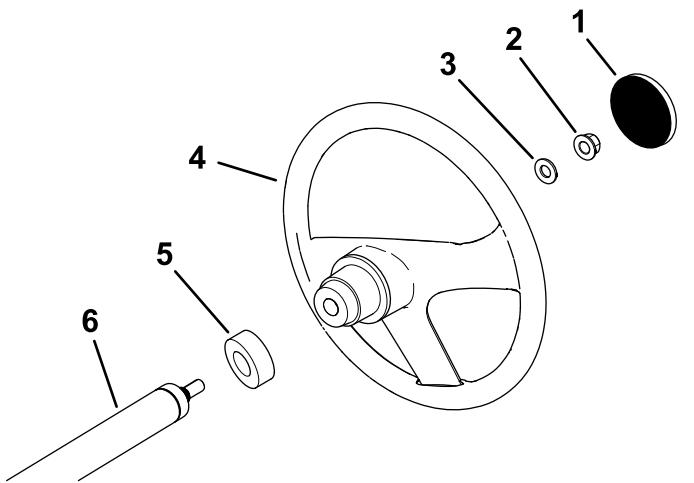

Рисунок 3
3. Наденьте рулевое колесо, пылезащитную крышку и шайбу ($\frac{1}{2}$ дюйма) на рулевой вал (Рисунок 3).
5. Установите крышку на рулевое колесо (Рисунок 3).
1. Если установлена крышка, снимите ее со ступицы рулевого колеса (Рисунок 3).
2. Отверните контргайку ($\frac{1}{2}$ дюйма) с рулевого вала (Рисунок 3).